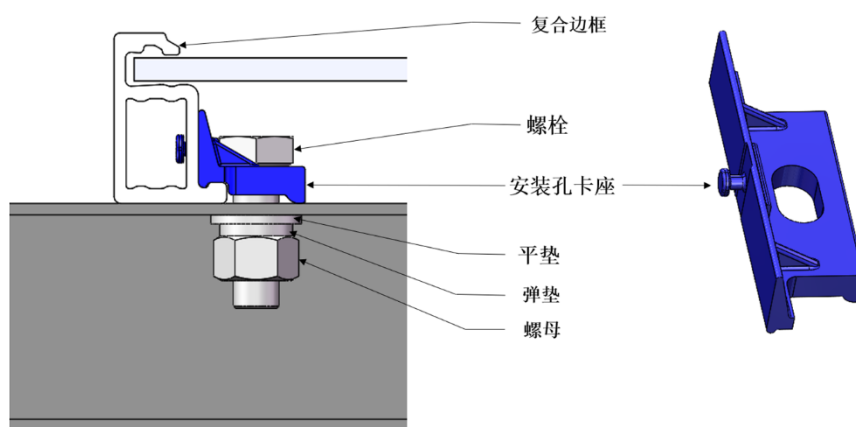

图19 复合边框组件螺栓安装
- ◇ 复合边框螺栓安装需采用复合边框专用安装孔卡座 (图19)，确保每个组件上至少有四个螺栓，螺栓的不同安装位置会影响组件的最大载荷能力 (表6)。